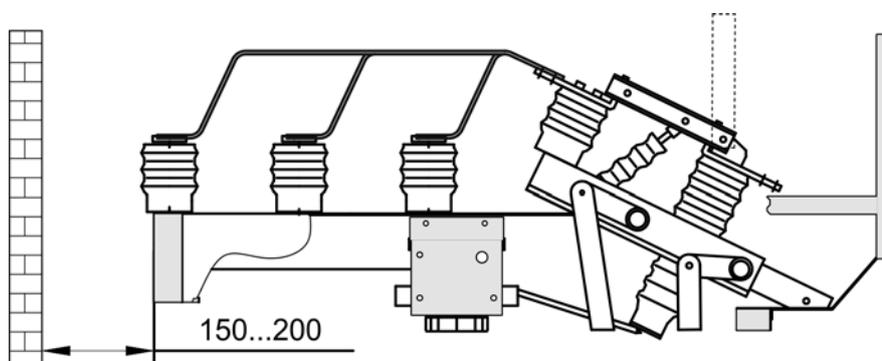

Рисунок 14.4. Горизонтальное расположение сборных шин
13.10. По заказу могут быть поставлен комплект сборных шин, устанавливаемых горизонтально, на крышу камер КСО (рисунок 14.4). При этом шина фазы А располагается на заднем крае и камеру КСО следует устанавливать на расстоянии 150-200 мм от стены.